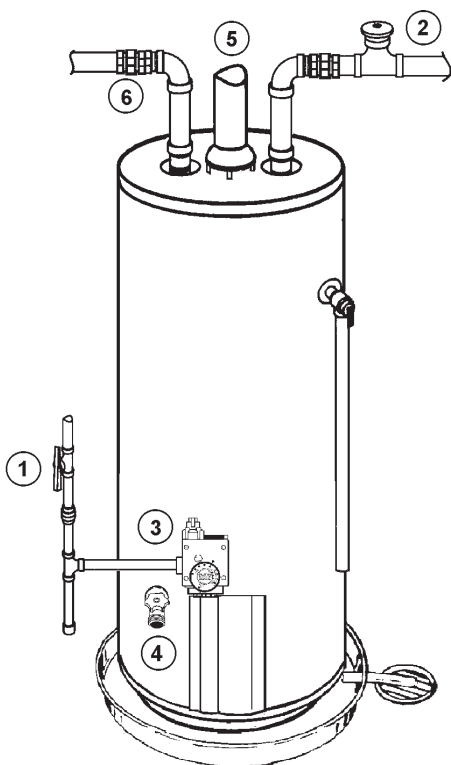

FIGURE 1
Si le robinet d'arrêt commun à tous les appareils au gaz est utilisé, fermer aussi le robinet de gaz de chaque appareil. Laisser tous ces robinets fermés jusqu'à ce que le l'installation du chauffe-eau soit terminée (fig. 1 et 2).
2. Couper l'alimentation en eau en fermant le robinet d'entrée principal ou le robinet du compteur d'eau. Certaines installations exigent de couper l'eau dans tout le bâtiment (fig. 1 et 3).
4. Raccorder un tuyau flexible au robinet de vidange, puis au drain de sol ou à l'extérieur du bâtiment. Ouvrir le robinet de vidange. Ouvrir un robinet d'eau chaude situé à proximité pour détendre la pression dans le chauffe-eau et accélérer la vidange. L'eau qui sort du robinet de vidange peut être très chaude. Pour éviter tout risque de brûlure, s'assurer que tous les raccords sont bien serrés et que l'écoulement se dirige loin de toute personne (fig. 1 et 4).